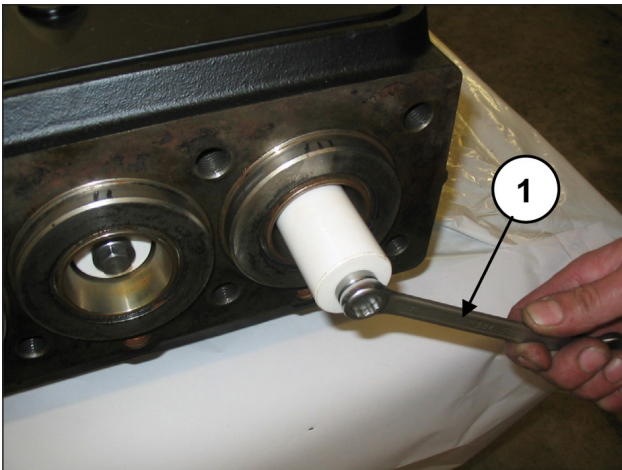

Fig. 151
Démonter les pistons en desserrant les vis de fixation (rep. ①, Fig. 151).